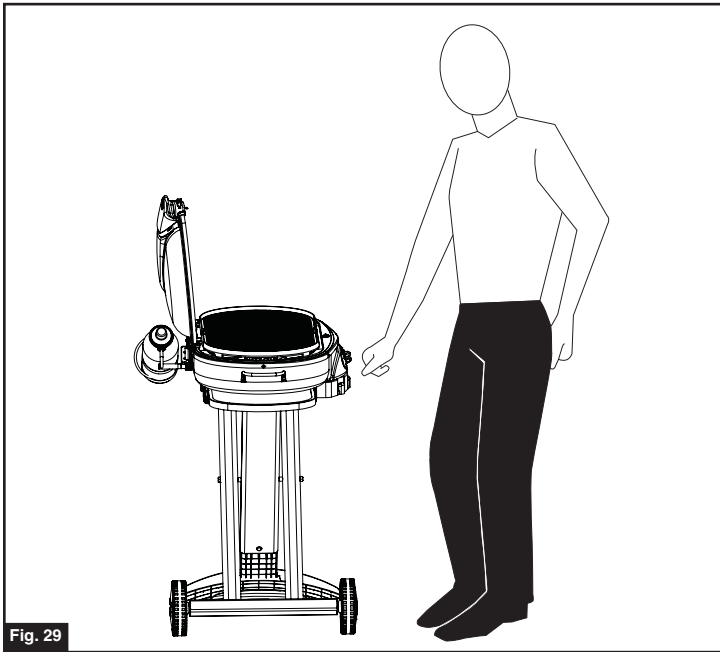

Fig. 29
**LAS SIGUIENTES REGLAS DEBEN SER SIEMPRE SEGUIDAS EN ESTE ORDEN (Fig. 29):**